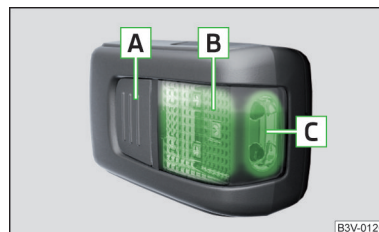

Fig. 142
Descripción de la luz » fig. 142
- Para **encender** de la lámpara retirada, presionar la tecla **A** » fig. 142. Presionando nuevamente se **apaga** la lámpara.
Si no se apaga la lámpara y está colocada correctamente en el soporte, los medios de iluminación LED en la parte delantera de la lámpara **C** » fig. 142 se apagan automáticamente.